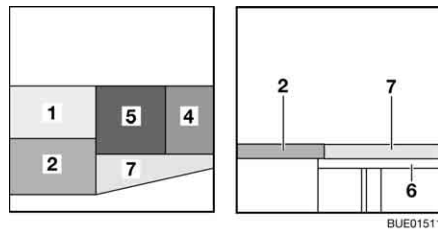

Bild 128 Efter ombyggnaden
- Lägg sittdynan (Bild 128,5) i mitten.
- Lägg ryggdynan (Bild 128,4) mellan sittdynan och väggen.
- Haka i sängbreddningen (Bild 128,6) i fästena på sittbänken.
- Lägg den extra dynan (Bild 128,7) på sängbreddningen.